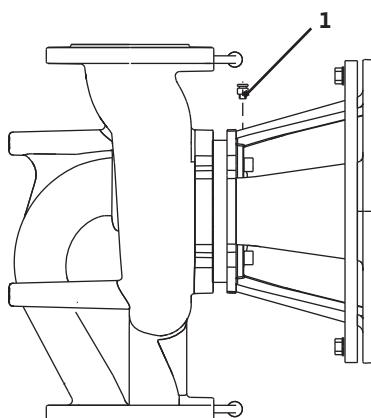

Fig. 38: Valvola di sfato
- Scaricare completamente la pressione dalla pompa aprendo la valvola di sfato (fig. 38, pos. 1).